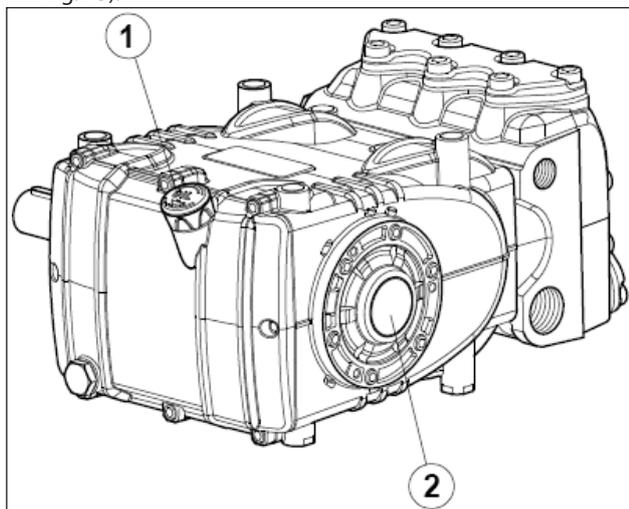

Fig. 15
- Le niveau d'huile dans le carter de pompe est correct, en le mesurant avec la jauge d'huile appropriée (rep. ①, Fig. 15) et exceptionnellement avec le voyant de niveau (rep. ②, Fig. 15).